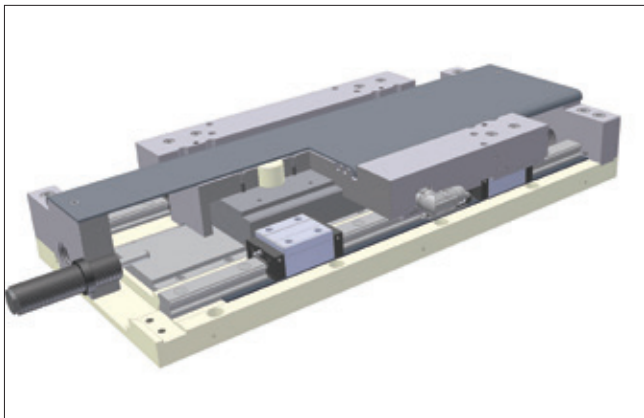

Bild 5.13 ____ AXLM mit Abdeckblech
- Optimaler Schutz der innenliegenden Führungs- und Antriebselemente durch den optionalen Einsatz von Faltenbälgen oder Abdeckblechen (Bild 5.13 und 5.14)